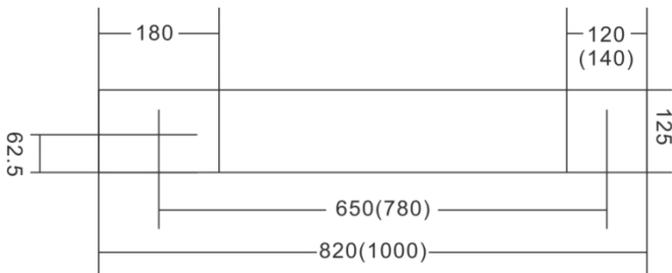

图 2 机床安装
2、根据机床底脚尺寸（图 2）选定坚固的平台，将机床放置在平台上面，调整后螺丝固定。